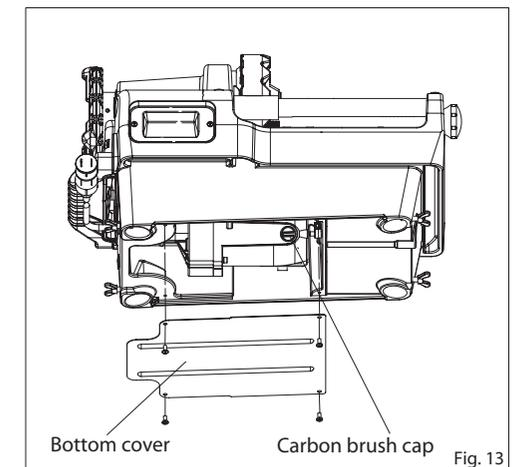

Fig. 13
- Replacing Carbon Brush B (Fig. 13)